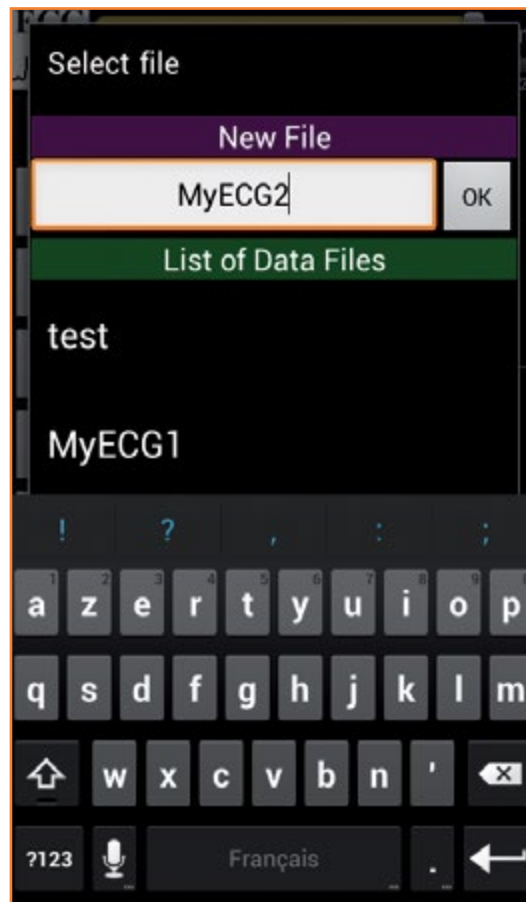

Figura 18.
**FileListActivity:** Esta actividad se crea cuando el usuario ha elegido almacenar o leer ECGs registrados desde el menú. Una nueva ventana muestra la lista de los ficheros existentes, así como un cuadro para editar el nombre del nuevo fichero (ver **Figura 18**). La ventana y la actividad se cierran con la elección del fichero, después del envío hacia la actividad principal del mensaje que contiene su nombre y la naturaleza de la operación (*save* o *load*). A continuación, la actividad principal realiza la operación solicitada.